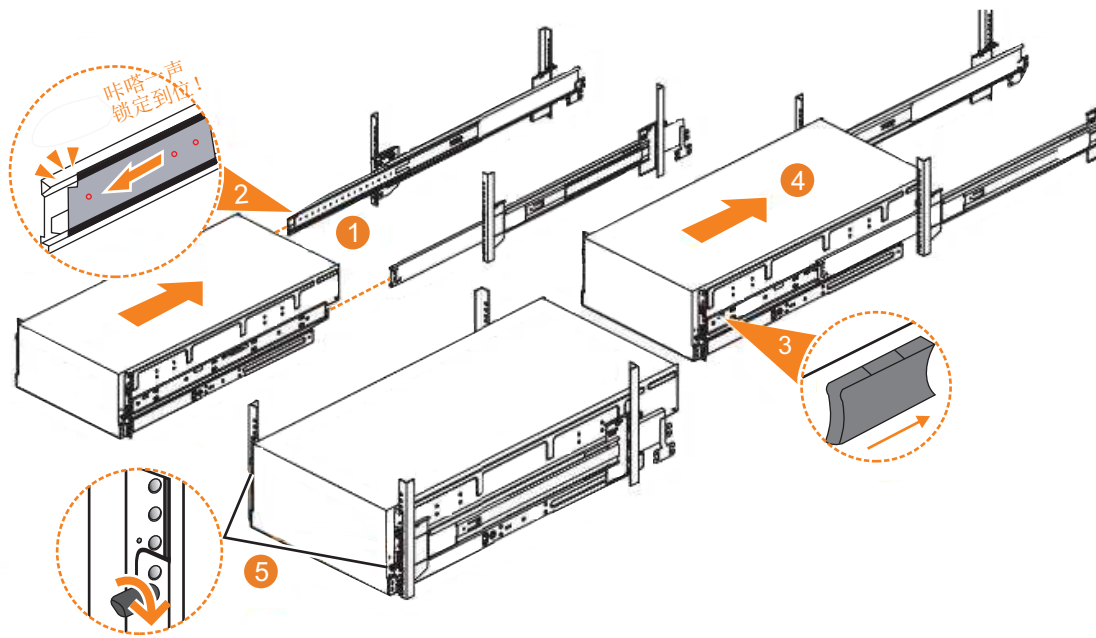

图 39. 更换机架中的 2077-92F 机柜
1. 将左侧抽屉和右侧抽屉从机架中完全抽出，以将导轨锁定在扩展位置（第 57 页的图 39 中的 **1**）。
2. 确保滚珠轴承固定器咔嗒一声锁定到左侧抽屉和右侧抽屉前侧（图 39 中的 **2**）。
6. 找到机柜前部附近的左侧和右侧蓝色松开卡口。向前按这两个松开卡口以解锁抽屉装置（如图 39 中的 **3**）。
7. 将机柜稳固地推入机架中（图 39 中 **4**）。
8. 拧紧用于固定的指旋螺钉（图 39 中的 **5**），以将机柜固定在机架中。